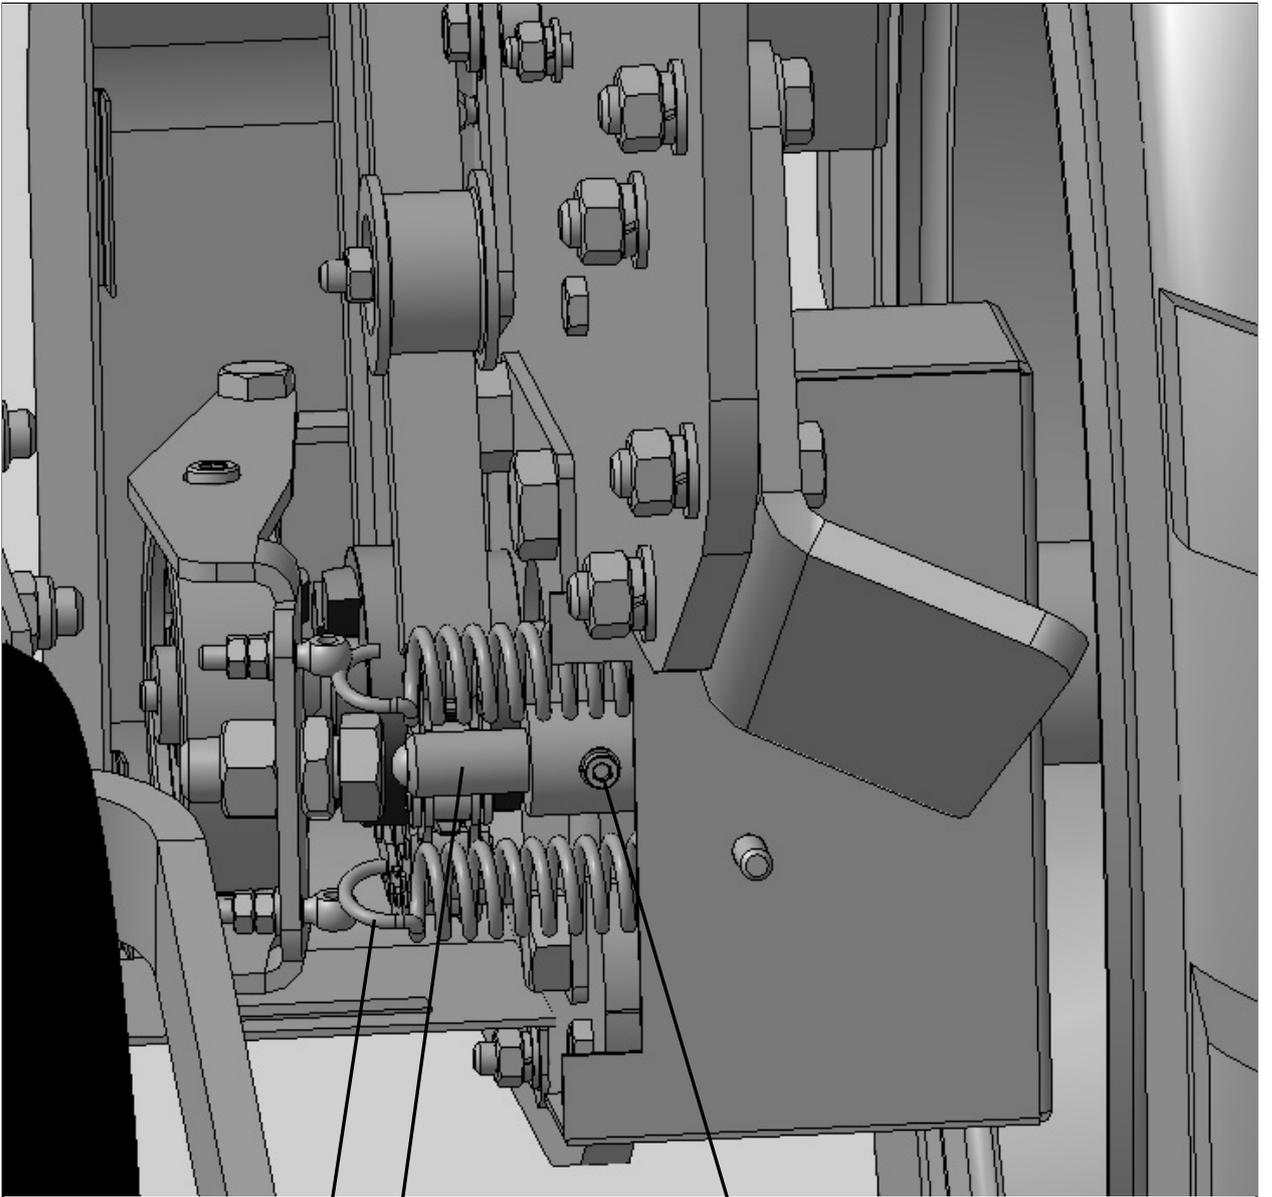

Рисунок 17.2
- 2) При помощи гидравлики трактора поднять секции в транспортное положение. При этом шток гидроцилиндра (1) (рис. 17.2) выдвинется на 30 мм и разомкнёт механизм разобшения.
- 3) Отвернуть штуцер (2) до начала выхода воздуха. Как только начнёт выходить масло из-под штуцера (2) – завернуть его.